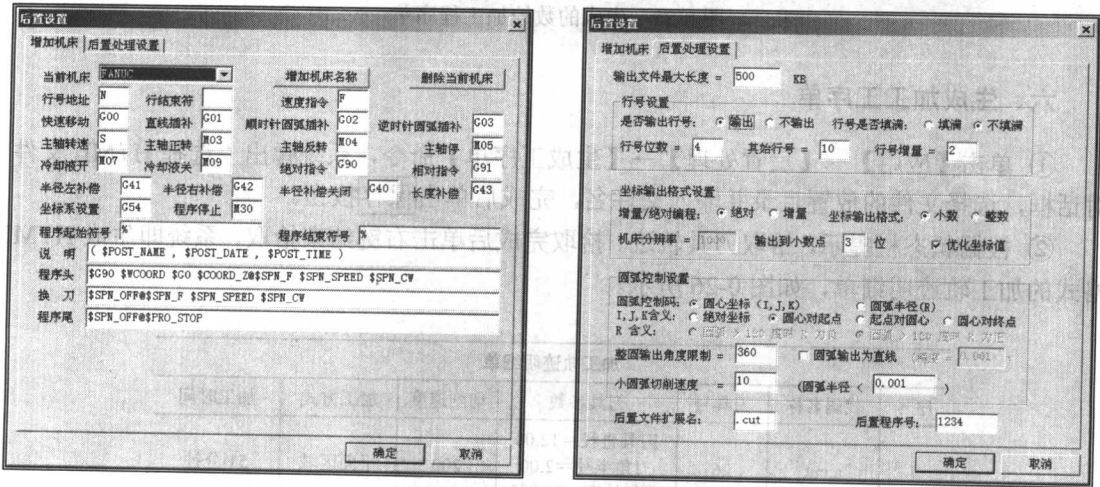

图 0-23 后置设置对话框
① 单击【应用】→【后置处理】→【后置设置】命令，系统弹出“后置设置”对话框，如图 0-23 所示。分别查看两选项页，不要更改参数，单击确定按钮。